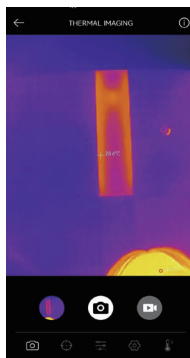

Figura 3.2.1
4. Para visualizar as imagens/vídeos gravados, toque na miniatura no canto inferior esquerdo (ver figura 3.2.1).